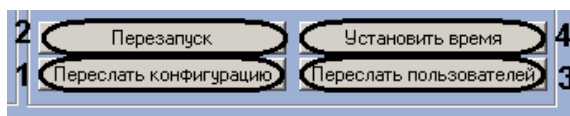

Рис. 3.7—2 Запись конфигурации выбранного контроллера
*Примечание. Для перезагрузки контроллера необходимо нажать кнопку **Перезапуск** (Рис. 3.7—2, 2).*
2. Для записи карт доступа пользователей необходимо нажать кнопку **Переслать пользователей** (см. Рис. 3.7—2, 3).
3. Для синхронизации времени необходимо нажать кнопку **Установить время** (см. Рис. 3.7—2, 4).